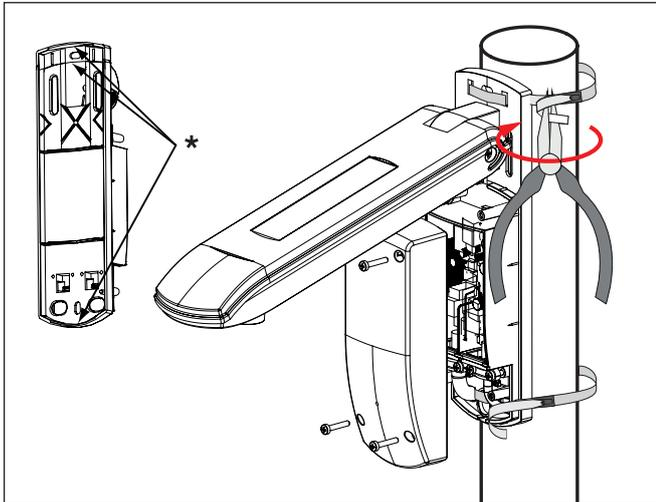

Abb. 6 Montage an einem Standrohr und Arretierung der Stahlkabelbinder
- Entfernen Sie die dünnen (dreieckigen) Stege an der oberen und unteren Kante der Montageplatte mit einem Seitenschneider (Abb. 6.)